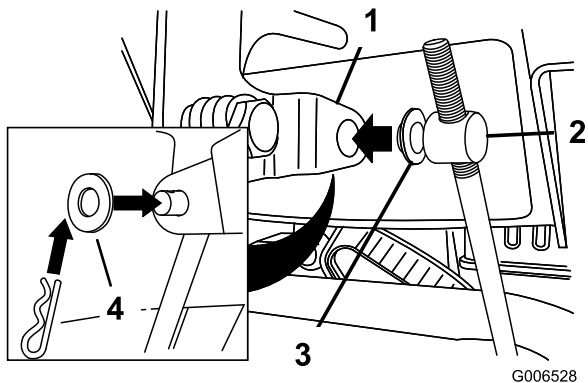

Figura 5
3. Posizionate una rondella piana sul barilotto (Figura 5).
6. Spingete in basso l'asta di comando della velocità ed inserite il barilotto nel foro della leva di selezione della velocità (Figura 5).
- B. Scollegate il barilotto dalla leva del selettore della velocità (Figura 5).
- C. Abbassate il barilotto sull'asta di controllo della velocità (senso orario) (Figura 5).
- D. Collegate il barilotto alla leva del selettore della velocità (Figura 5).